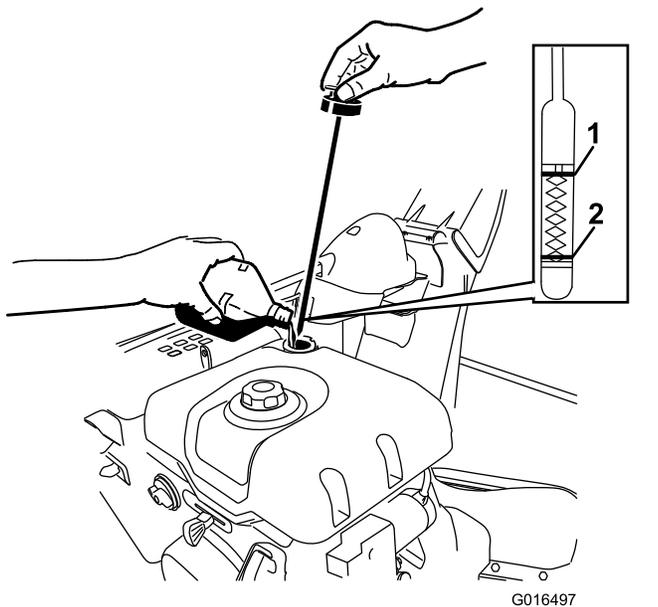

Bild 41
2. Nehmen Sie den Peilstab heraus und prüfen Sie den Ölstand (Bild 41). Füllen Sie Öl nach, wenn der Ölstand unter Auffüll-Marke am Peilstab steht. Siehe Überprüfen des Motorölstands \(Seite 22\).